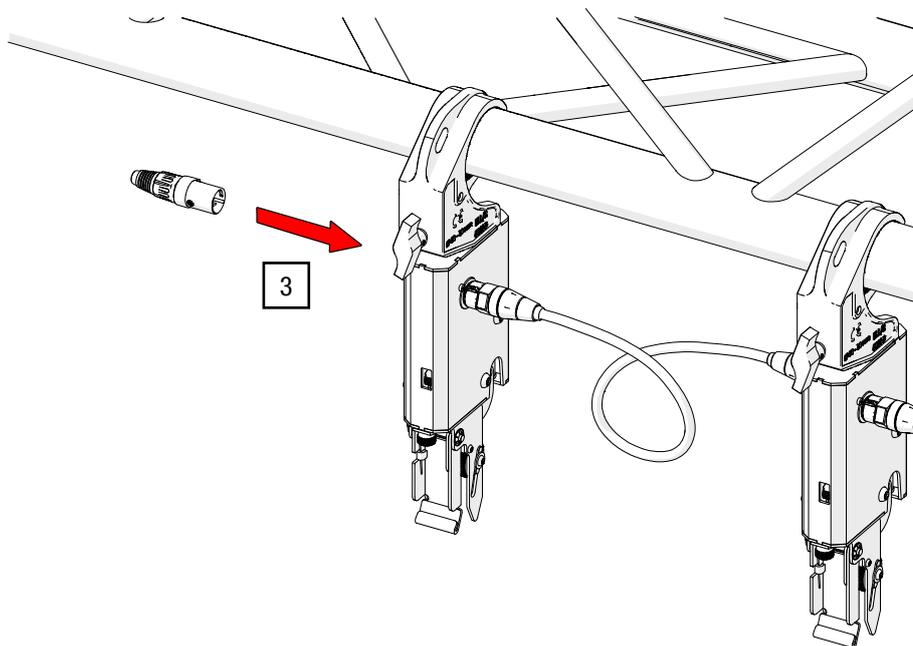

Abb. 29: Endstecker mit Auslöseeinheit verbinden
3. Verbinden Sie die Buchse des Signalausgangs (3/Abb. 1) der letzten Auslöseeinheit mit dem Endstecker (siehe Abb. 29).